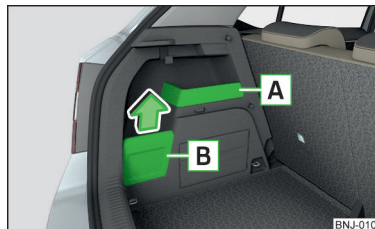

Fig. 94
- Dacă este posibil, așezați bagajul agățat de cârlig în compartimentul de depozitare » fig. 94 la pagina 78 - în caz contrar există pericolul deteriorării capacului compartimentului de depozitare.
- Dacă în cârlig se agață un bagaj cu o greutate mai mare de 2,5 kg, vă recomandăm să detașați capacul compartimentului de depozitare » fig. 94 la pagina 78, în caz contrar există pericolul deteriorării capacului compartimentului de depozitare.
Compartimentul de depozitare încorporat » fig. 94 este adecvat depozitării obiectelor mici cu o greutate totală de până la 1,5 kg.